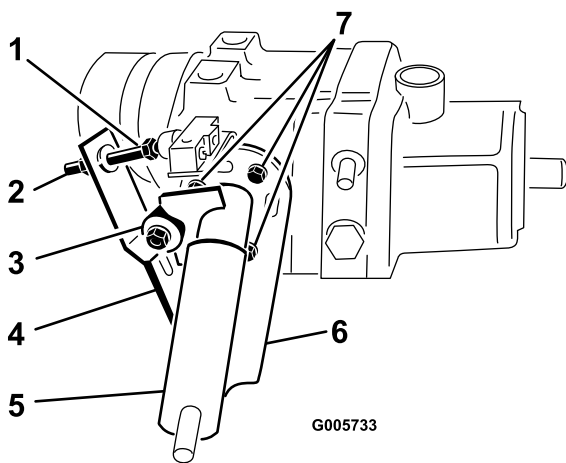

Figura 70
1. Aparque el vehículo en una superficie nivelada y pare el motor. Ponga el freno de estacionamiento, incline el asiento hacia adelante y accione la palanca de la bomba (Figura 70) para asegurarse de que el conjunto está correctamente asentado y que funciona libremente. Corrija cualquier discrepancia.
- El cojinete de bolas tiene holgura o está desgastado (Figura 70).
- Las ballestas están débiles o dañadas (Figura 70). Cámbielos.
2. Accione la palanca de la bomba (Figura 70) para asegurarse de que todas las piezas funcionan libremente y están bien asentadas.
3. Afloje la contratuerca. Gire el tornillo de ajuste del interruptor (Figura 70) hasta que quede un espacio entre la cabeza del tornillo y el botón del interruptor.
6. Puesto que la rueda está girando, es necesario ajustar la placa de la bomba. Pero antes de ajustar la placa de la bomba, mueva el acelerador a LENTO. Si la rueda está girando hacia adelante, afloje las contratuercas y golpee suavemente la parte inferior de la placa de la bomba en el sentido contrario a las agujas del reloj (Figura 70). Si la rueda gira hacia atrás, golpee la placa de la bomba en el sentido de las agujas del reloj (Figura 70). Cuando la rueda deje de girar, apriete los tornillos de caperuza que sujetan la placa de la bomba contra el lado de la transmisión. Compruebe el ajuste con el acelerador en las posiciones LENTO y RÁPIDO.